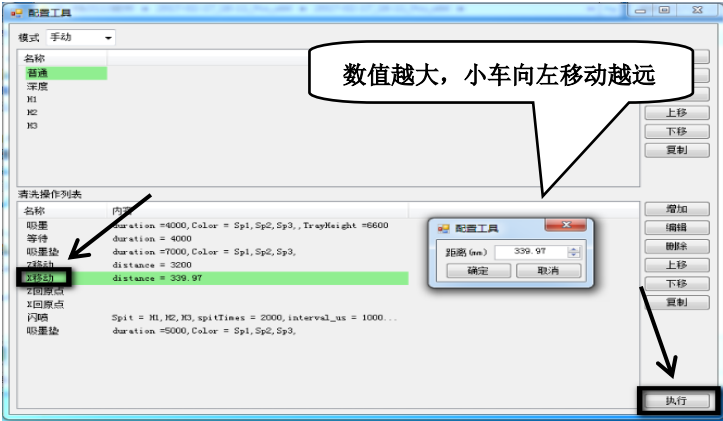
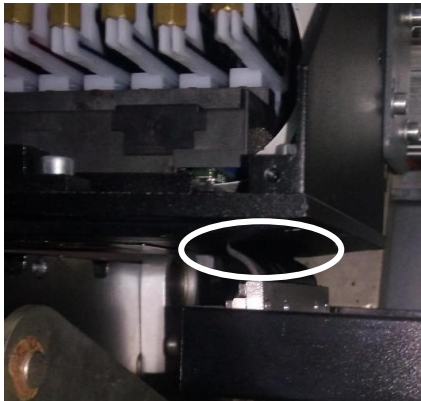

图 7.14 X 移动内容
图 7.15 X 移动过程
6、鼠标左键双击“X 移动”内容根据如图 7.14 设置确定。设置完成后鼠标左键单击 X 移动—>执行,小车从 X 原点向左移动,进行刮墨,如图 7.15。小车向左移动的出厂值为 260。